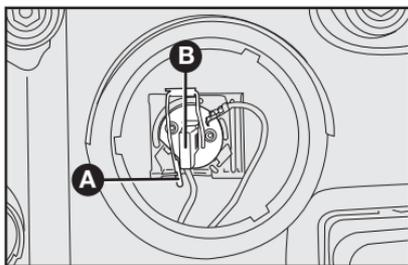

fig. 38
2) Soltar o conector **B-fig. 38**;
3) Apertar para baixo a presilha **A-fig. 38**, abrindo-a lateralmente;
5) Posicionar a nova lâmpada em seu alojamento, reenganchar a presilha de fixação **A-fig. 38** e encaixar o conector **B-fig. 38**;